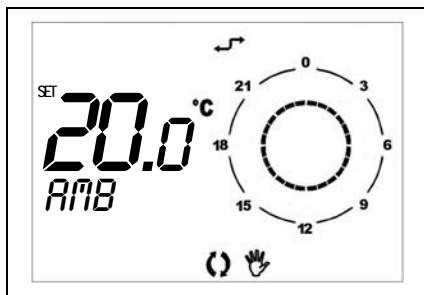

Figura 20
- Funzionamento **AUTOMATICO FORZATO**: segnalato dalla compresenza dell'icona automatico e dall'icona manuale (vedi Figura 20).